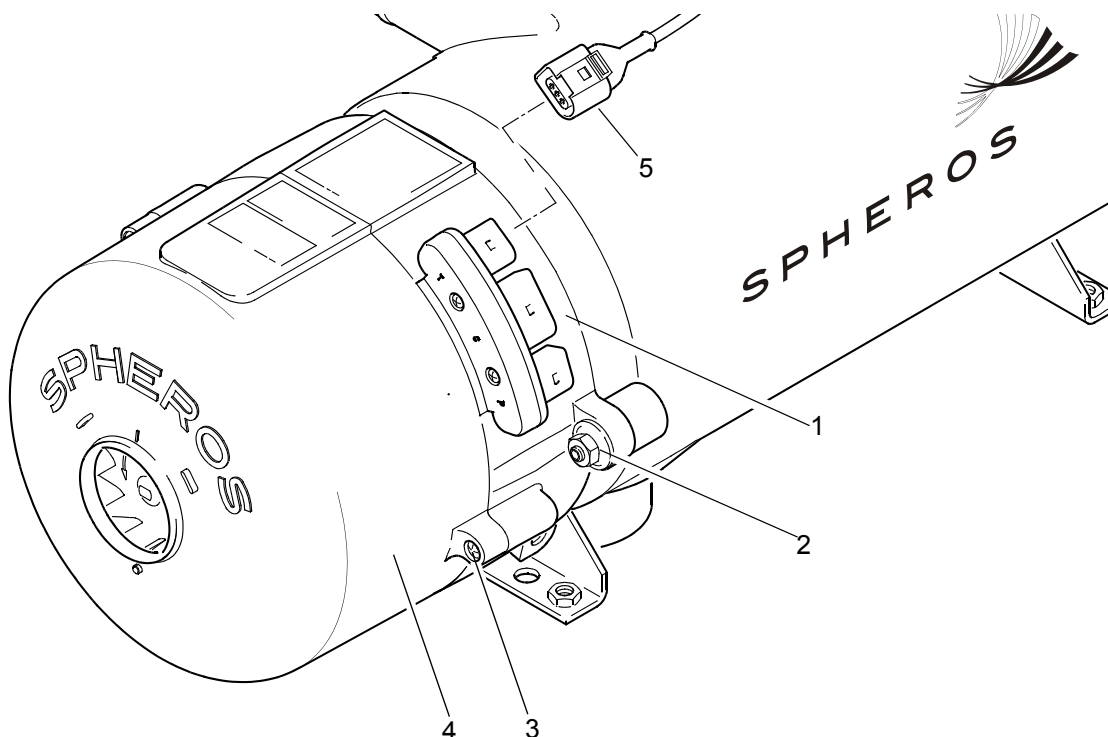
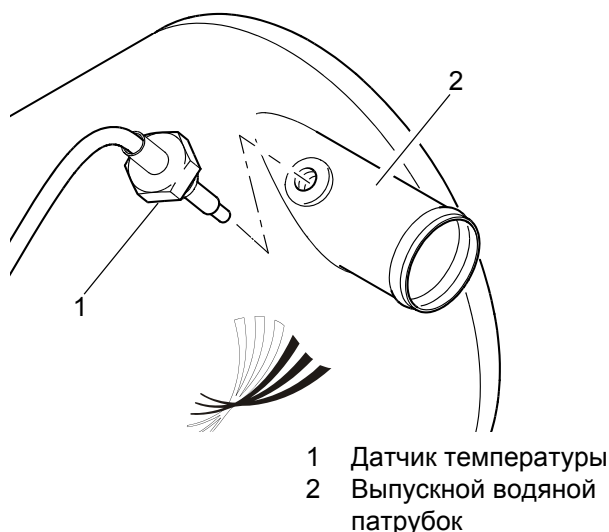

Рис. 801 Снятие и установка головки горелки / колпака
Рис. 802 Демонтаж и установка датчика температуры
2. Отсоединить штекер датчика температуры (5, Рис. 801).
1. Установить горелку (1, Рис. 801) и собрать, при этом обратить внимание на центрирование и корректность посадки.
2. Насадить гайки (2) и закручивать их попеременно без усилия.
3. Затянуть гайки (2) с усилием $7,5 + 1$ Нм и покрыть фиксирующим лаком.
6. Присоединить штекер датчика температуры (5).
- 2 Гайки (2)
- 3 Винты (2)
3. Вывинтить и удалить датчик температуры (1, Рис. 802). Вытекающую охлаждающую жидкость собрать в поддон.
1. Ввинтить вручную датчик температуры (1, Рис. 802) во выпускной водяной патрубок (2).
2. Затянуть датчик температуры (1) с усилием $8 \text{ Нм} \pm 0,5 \text{ Нм}$.
3. Присоединить штекер датчика температуры (5, Рис. 801).
2. При необходимости отсоединить штекер датчика температуры (5, Рис. 801).
3. Ослабить винты (3, Рис. 801).
4. Снять колпак (4).
1. Установить колпак (4, Рис. 801) и собрать. При этом обратить внимание на центрирование и корректность посадки, а также уплотнение жгута проводов подогревателей и переходного жгута проводов.
2. Закрепить винты (3) и затянуть с усилием $2 \text{ Нм} + 0,5 \text{ Нм}$.
3. При необходимости снова присоединить штекер датчика температуры (5, рис. 801).
1. Отсоединить датчик температуры (1, Рис. 802).
7. Вставить муфту (7) на вал двигателя и выполнить предварительное позиционирование.
10. Установить датчик температуры (1, Рис. 802).